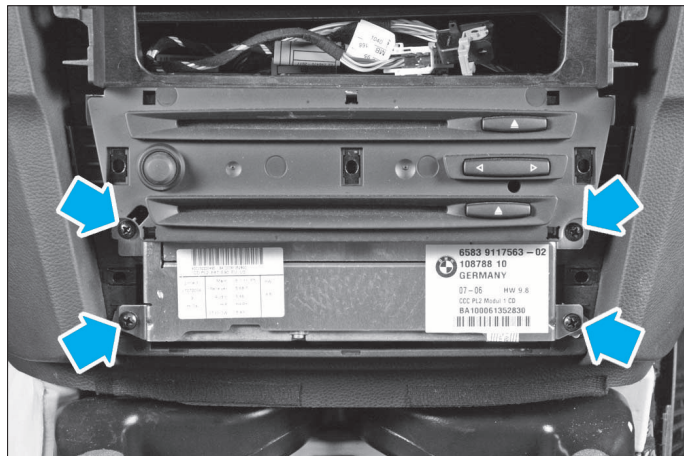

FIG. 21
• Déposer les 4 vis de fixation du module audio / système de navigation / chargeur de CD (Fig.21), l'extraire partiellement de son logement afin de débrancher l'ensemble des connecteurs électriques et le déposer.